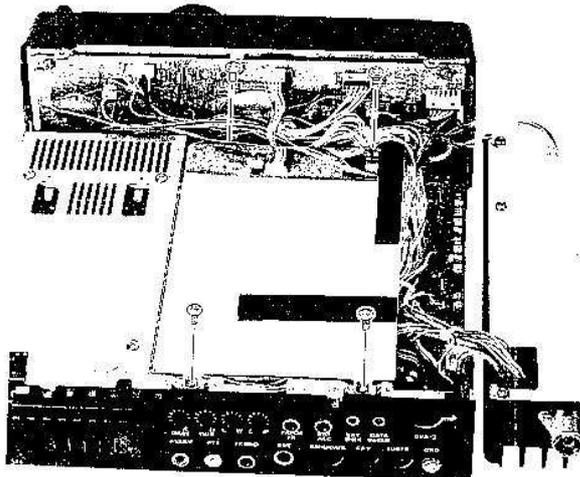

Figura 5: La cubierta protectora de la Unidad Local
- Saque los cuatro tornillos que afirman la cubierta protectora sobre la Unidad Local (figura 5), y quite la protección.
- Fíjese una vez más de no haber comprimido ningún cable, y coloque la tapa protectora de la Unidad Local con sus cuatro tornillos (Figura 5).